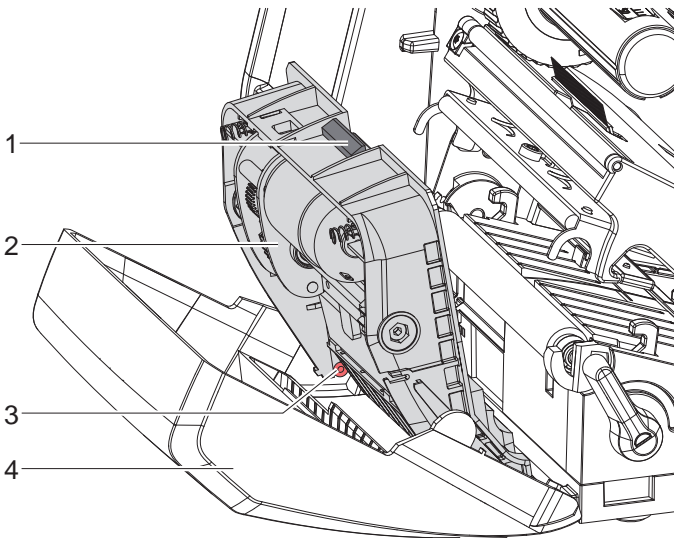

Bild 4 Messer ausbauen
- ▶ Welle (6) mit Torx-Schraubendreher TX10 im Uhrzeigersinn drehen, bis die Zahnstangen (7) außer Eingriff sind.
- ▶ Obere Klinge (9) aus den Führungen (8) herausziehen.
- ▶ Untere Klinge (10) herausnehmen.
- ▶ Untere Klinge von oben in die Halterungen (11) einsetzen.
- ▶ Gegebenenfalls Federn (12) wieder in die Federtaschen (13) legen.
- ▶ Zum Einbauen der oberen Klinge untere Klinge auf die Blende drücken, obere Klinge in die Führung einlegen und soweit nach oben schieben, bis die Zahnstangen (7) von den Zahnrädern (5) erfasst werden.
- ▶ Welle (6) mit Torx-Schraubendreher TX10 gegen den Uhrzeigersinn drehen, bis die Klinge den oberen Anschlag erreicht hat.
2. Messerbaugruppe (2) gemäß Bild 4 in die Achsen (3) einhängen und bis zum Einrasten in die Blende (4) schwenken.